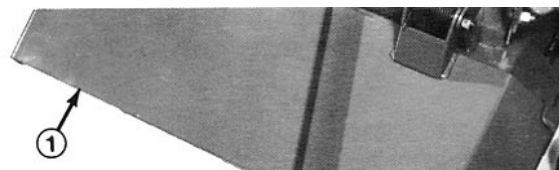
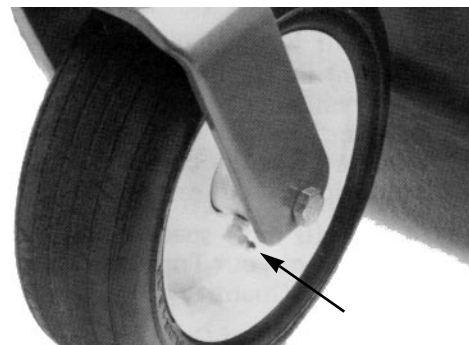

Fig. 4
Fig. 6
1. Klippeenheden har lejer og bøsninger, som skal smøres, og disse smørepunkter er: styrehjulsspindelbøsninger (fig. 4), styrehjulslejer (fig. 4 og 5), knivspindellejer (fig. 6) samt højre og venstre trykarms kugleled (fig. 6).
2. Sænk klippeenheden, så styrehjulene hviler på et jævnt, vandret underlag. Fjern kontrolproppen (fig. 6) i siden af gearkassen og kontrollér oliestanden. Hvis oliestanden er lav, fjernes påfyldningsproppen ovenpå gearkassen og der hældes SAE 80-90 gearolie på, til olien står op til bunden af kontrolhullet.